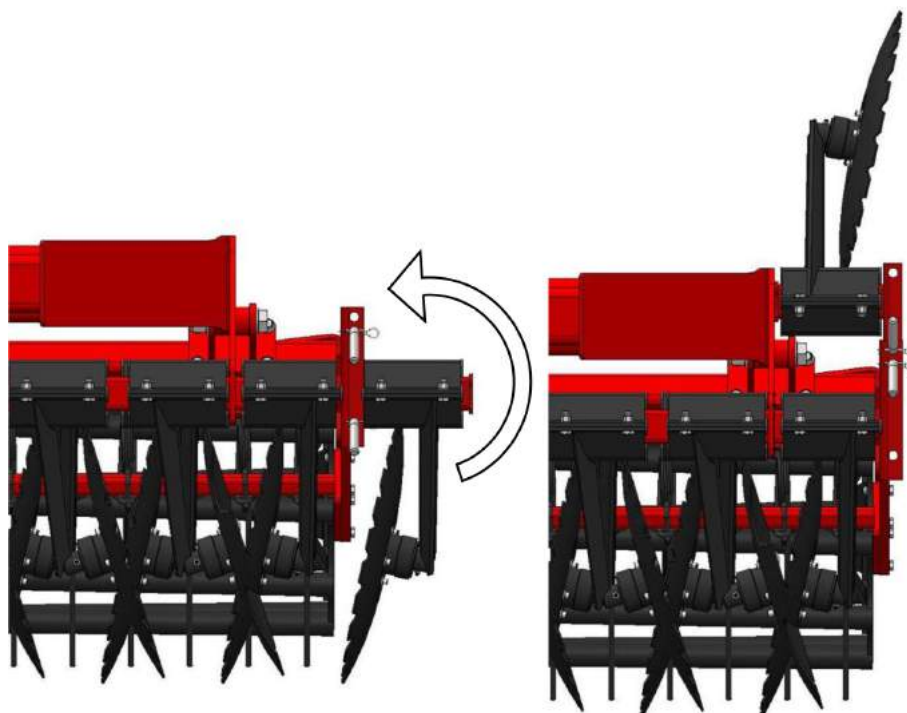

Рис. 1 Рабочее положение и транспортное положение (сложенные боковые секции).
- боковые части культиватора следует сложить в транспортное положение и предохранить шкворнями от разложения культиватора во время передвижения (см. рис. 1).